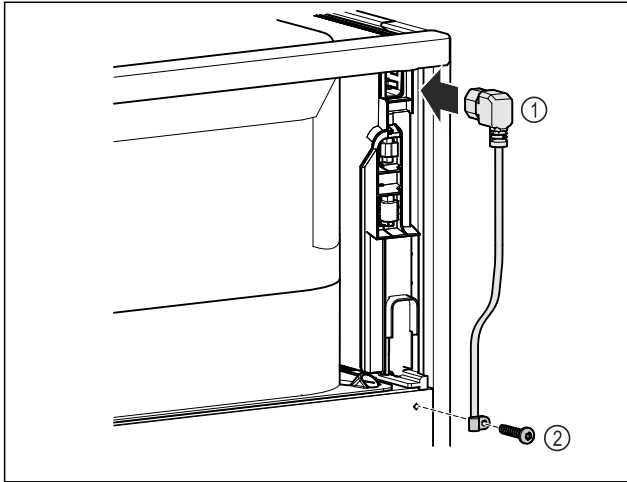

Fig. 8
- ▶ Kytke verkkoakaapelin IEC-liitäntä Fig. 8 (1) laitteen takasivulla olevaan pistokkeeseen.
- ▶ Kiinnitä kiinnike. Fig. 8 (2)